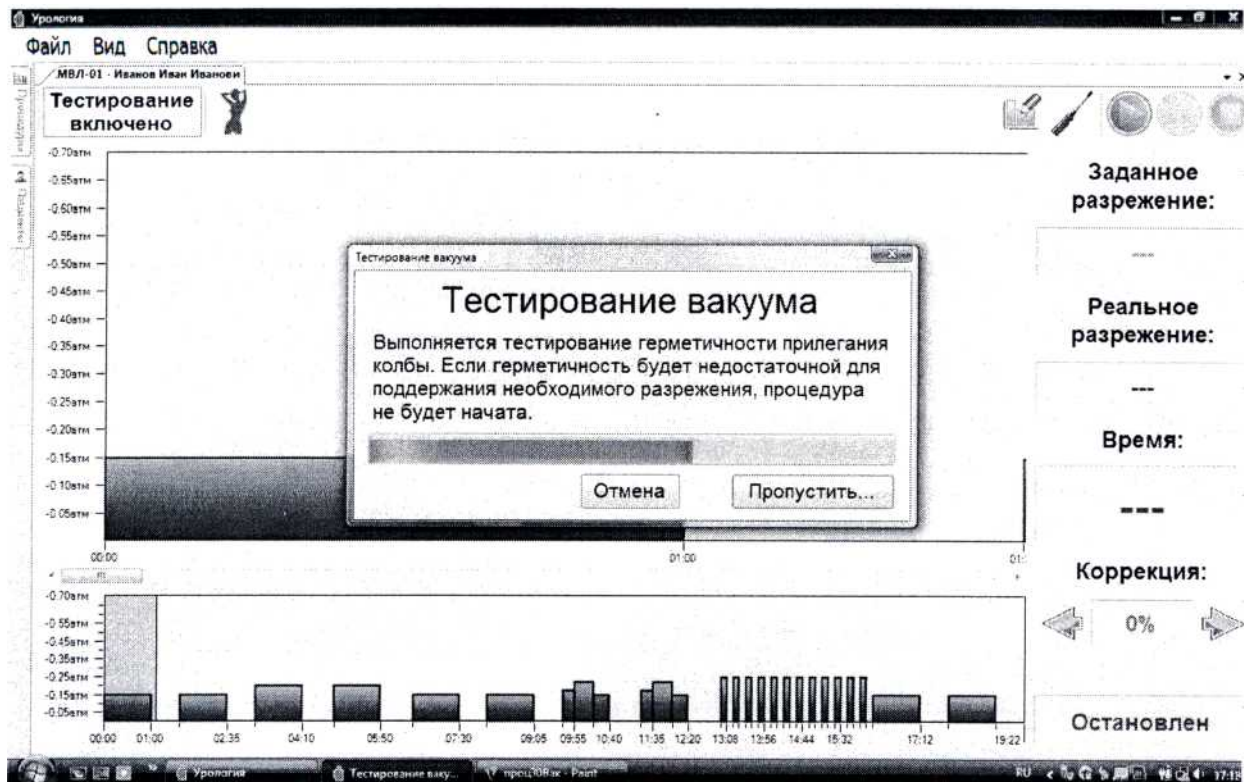

Рис. 11 Тестирование вакуума
8.9.7. Для запуска процедуры нажмите кн. ПУСК. Процедура начинается с тестирования вакуума. Тестирование происходит при разрежении - 0.15 атм. Если герметичность системы аппарат-пациент нормальная тест автоматически прекращается и начинается процедура. Процедуру тестирования можно пропустить, нажав соответствующую кнопку. Вид экрана во время тестирования приведен на Рис. 11. , а во время собственно процедуры, - на Рис. 12.